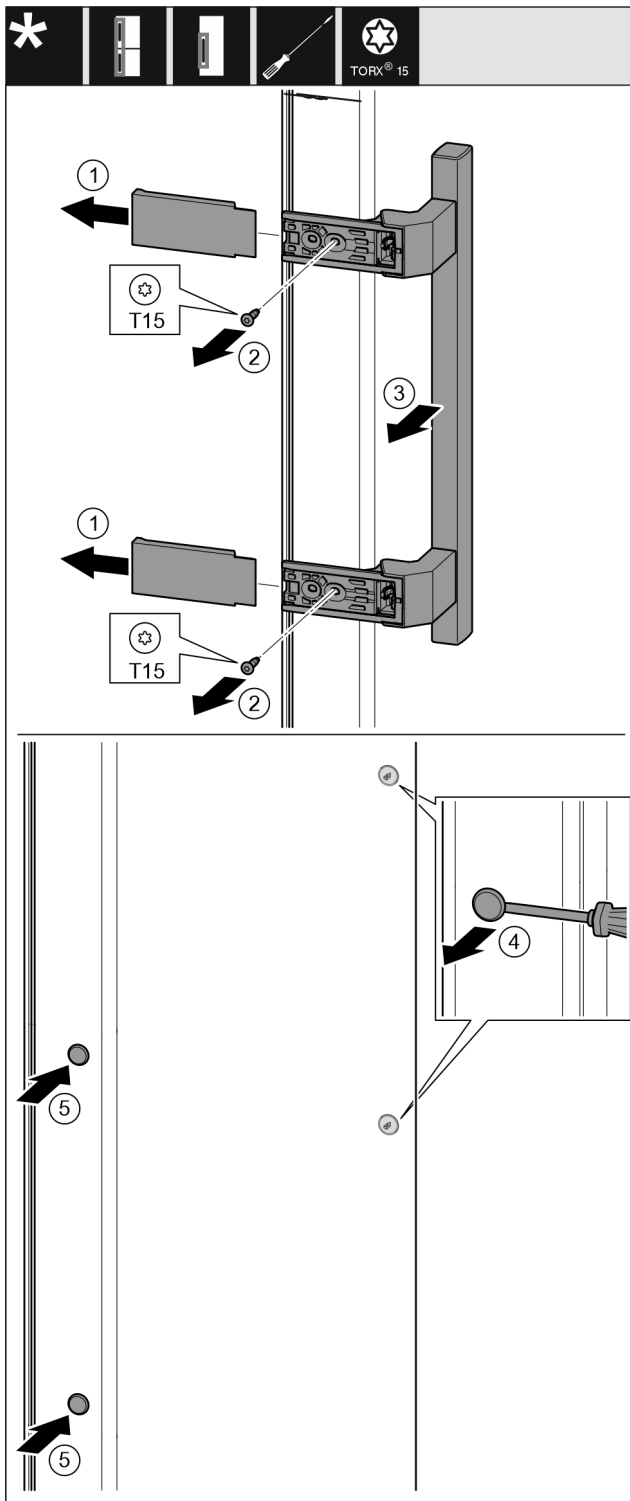

Fig. 17
- ▶ Afdekking eraf trekken. Fig. 17 (1)
- ▶ Schroeven met schroevendraaier T15 eruit draaien. Fig. 17 (2)
- ▶ Greep eraf halen. Fig. 17 (3)
- ▶ Zijdelingse stop voorzichtig met een sleufschroevendraaier optillen en eruit trekken. Fig. 17 (4)
- ▶ Stop op de andere kant weer aanbrengen. Fig. 17 (5)